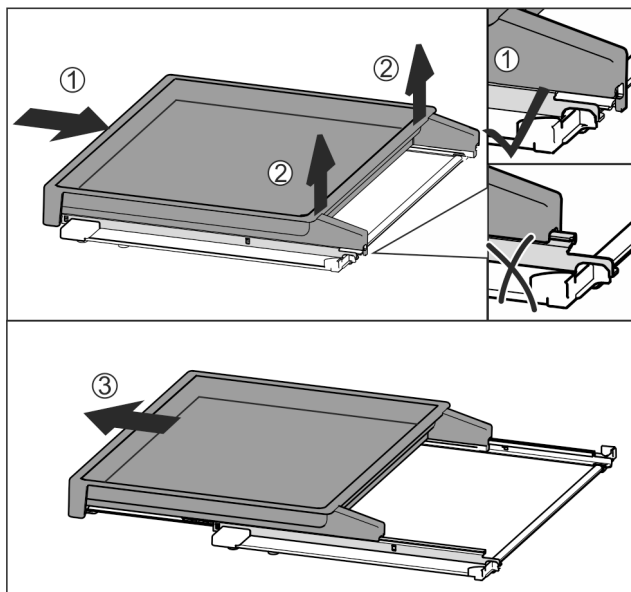

Fig. 112
- 将拉出式搁板完全推入 Fig. 112 (1)。
- 松开后端的卡扣 Fig. 112 (2)。
- 向前取出拉出式搁板 Fig. 112 (3)。